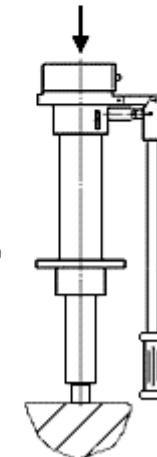

Рис.4
- после выполнения действий п.7.2 выдвиньте шток до упора в бурт гильзы. В этом случае поднятая вверх рукоятка 8 не опускается вниз при приложенном на нее усилии 30-40 кГс. Поставьте гидроцилиндр штоком вниз на торец штока (рис. 4), закрыв пальцем отверстие в пробке 11.
Для достижения лучшего результата создайте дополнительное усилие для возврата штока в исходное положение, нажав свободной рукой на бачок 13 «сверху-вниз» (рис. 4).